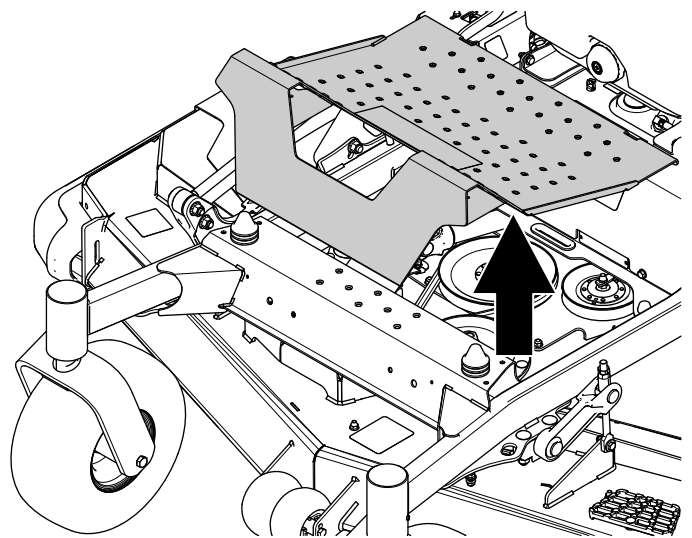

Рисунок 10
1. Видалення днища (Рисунок 10)